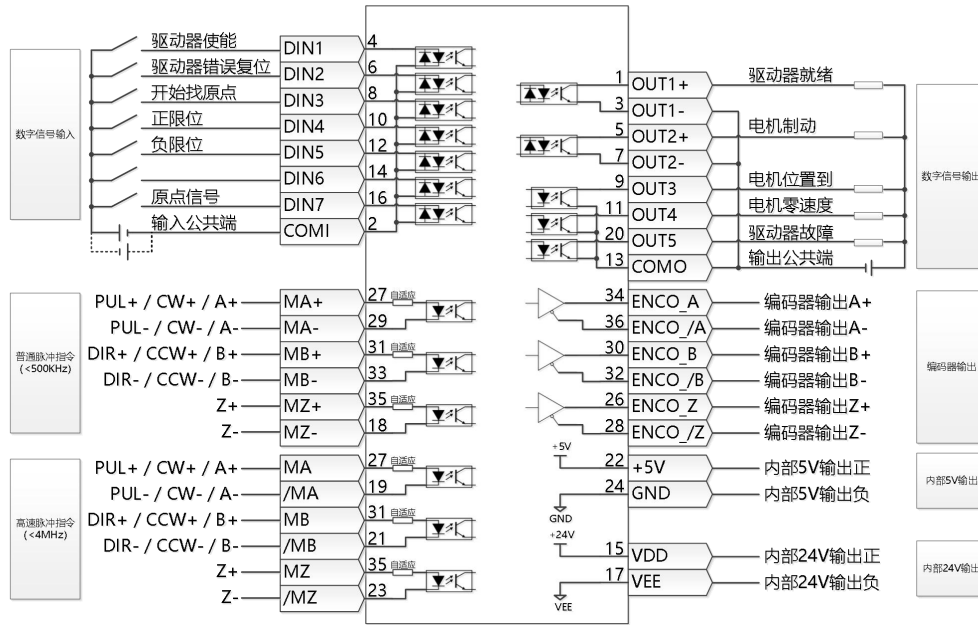

图 3-14 FD5P-LA/CA/EA 驱动器 IO 口默认定义
- 图 3-14 显示了 FD5P-LA/CA 驱动器默认 IO 功能的 X1 接线，更多的 IO 功能可以通过数字面板或上位机调试软件自行定义。有关更多 IO 功能的详细信息，请参见第五章 5.5 节。